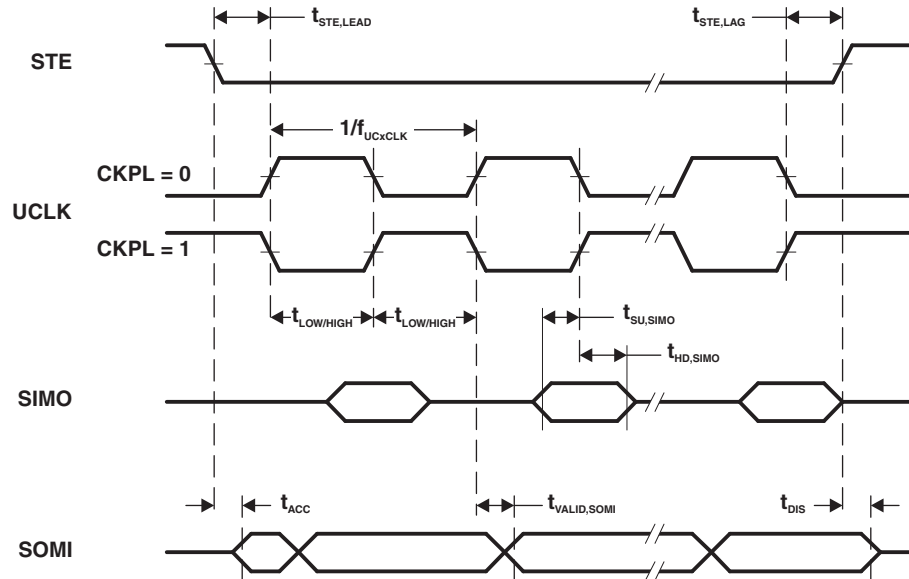

Figure 5-12. SPI 受控模式，CKPH = 0
(2) 指定输出更改 UCLK 时钟边沿后将下一有效数据驱动到 SOMI 输出的时间。请参见Figure 5-12 和Figure 5-13 中的时序图。
(3) 指定输出更改 UCLK 脉冲边沿后 SOMI 输出上的数据的有效时长。请参见Figure 5-12 和Figure 5-13 中的时序图。